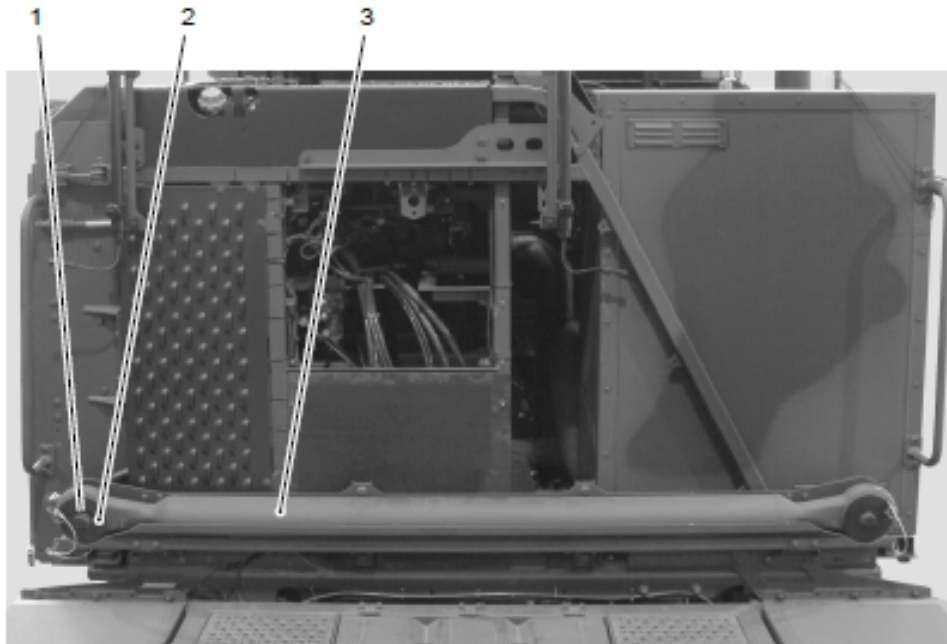

Abb. 2-226 Abschleppstange
- (1) Schraube (Abb. 2-226/1) mit Scheibe (Abb. 2-226/2) herausschrauben.
- (2) Arbeitsvorgang auf der anderen Seite wiederholen.
- (3) Abschleppstange (Abb. 2-226/3) abnehmen.
- (4) Schrauben mit Scheibe wieder einschrauben, um diese nicht zu verlieren.
- (3) Abschleppstange (Abb. 2-226/3) ansetzen.
- (4) Schraube mit Scheibe einschrauben.